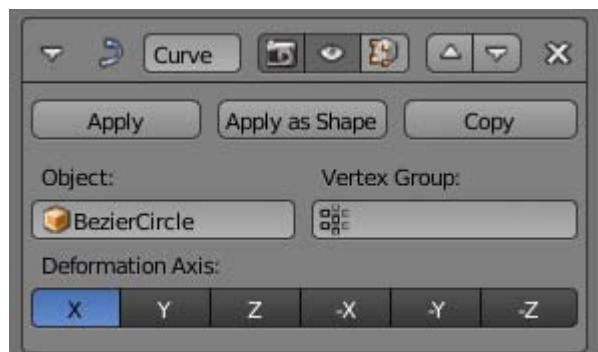

Figura 5.92
20. Seleccione a secção do rasto e associe-lhe um Modificador **Curve**. Na caixa Object seleccione o nome do objecto tipo Curve, figura 5.92.